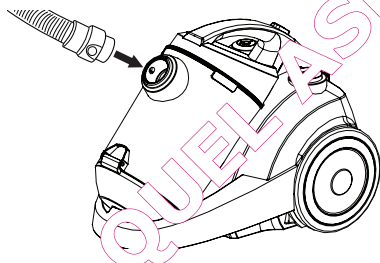

Figura 2
1. Introduzca la pieza de empalme de la manguera en el orificio correspondiente en el alojamiento del motor, hasta oír un clic. Para quitar la manguera, pulse ambos botones laterales en la pieza de empalme y tire de ella para sacarla, véase la figura 2.